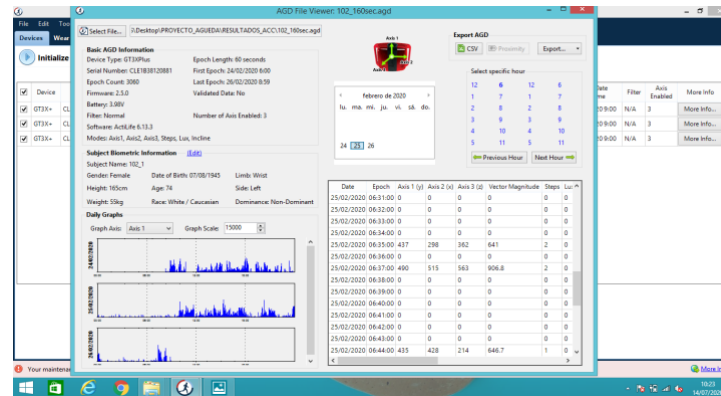

Figura 6. Pantalla del visor de archivos AGD.
- En “*Download naming convention*” (arriba a la izquierda) debe marcarse “*Subject Name*”, que corresponderá al ID del participante (p.e., 101\_1). Todas las demás convenciones de nomenclatura ofrecen la misma pantalla de visualización AGD (figura 6). La convención de descarga del nombre del participante debe de elegirse como el método preferido en el nombre del archivo. Esto hace que sea más fácil cuando se envían varios archivos.
- Haga **clic en el enlace de descarga** una vez haya finalizado (letras azules) y luego en “*Mostrar AGD en el Visor*” en la pantalla como se ve en la figura 6.
La pantalla del visor de archivos AGD (figura 6) se usa para determinar si se registró tiempo de uso en el dispositivo. Esto se evalúa observando las curvas azules en el gráfico diario que se ve en la parte inferior izquierda de la figura 6. Si no se ven curvas azules, el dispositivo no funcionó correctamente o el participante no lo usó, esto se debe informar al equipo coordinador para ver cuál es la razón (y volver a entregar el dispositivo al participante en caso de que sea necesario). Una vez que se haya verificado que el dispositivo registró la actividad, se puede salir de esta pantalla haciendo clic en la “X” en la esquina superior derecha. Si no se muestra ninguna actividad, es necesario pedirle al participante que vuelva a usar el dispositivo, para corroborar esto seguir protocolo de control de calidad más adelante en este documento. A pesar de esto, la decisión debe tomarse de manera individual ya que el participante puede tener una razón legítima para no usar el dispositivo y puede no estar dispuesto a usarlo nuevamente. Esta situación, se debe informar a los coordinadores del proyecto para evaluar los pasos a seguir.